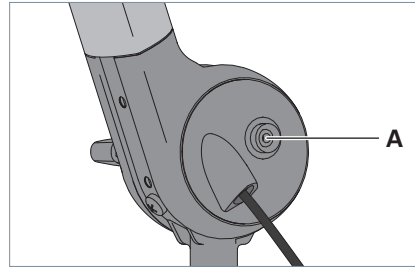

Fig. 6: Druckknopf für Erdungskabel.
- ▶ Stecken Sie das eine Ende des mitgelieferten Erdungskabels auf den Druckknopf **A** der Leuchte, siehe Fig. 6.